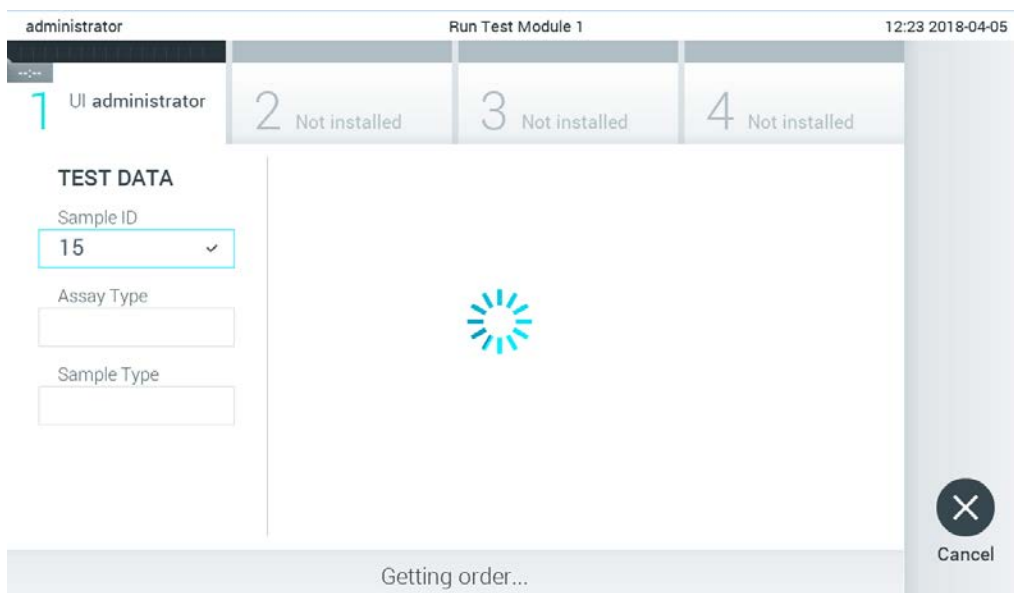

Рис. 82. Экран во время загрузки заказа на анализ.
3. Идентификатор пробы будет отправлен на хост-систему, и, пока QIAstat-Dx Analyzer 1.0 ожидает заказа на анализ, будет отображаться сообщение «Getting order...» (Получение заказа...) (рис. 82).